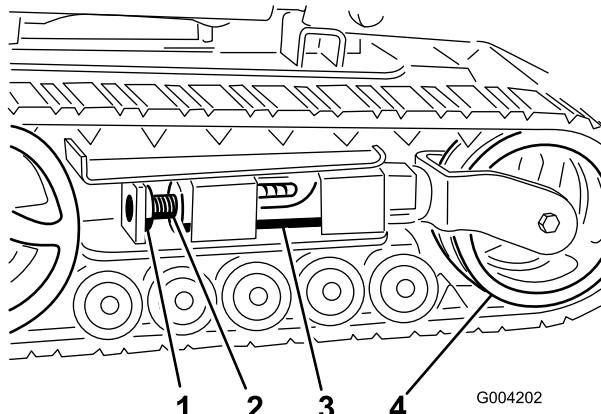
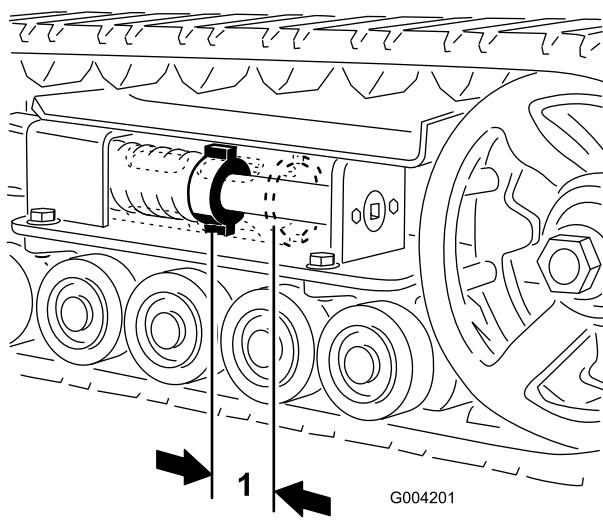
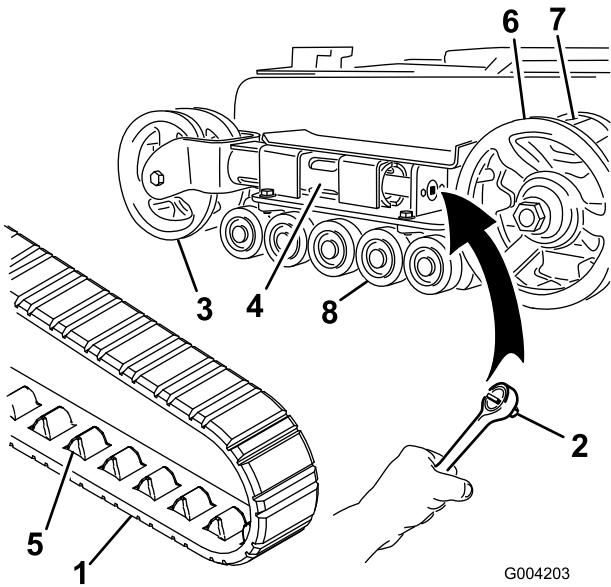
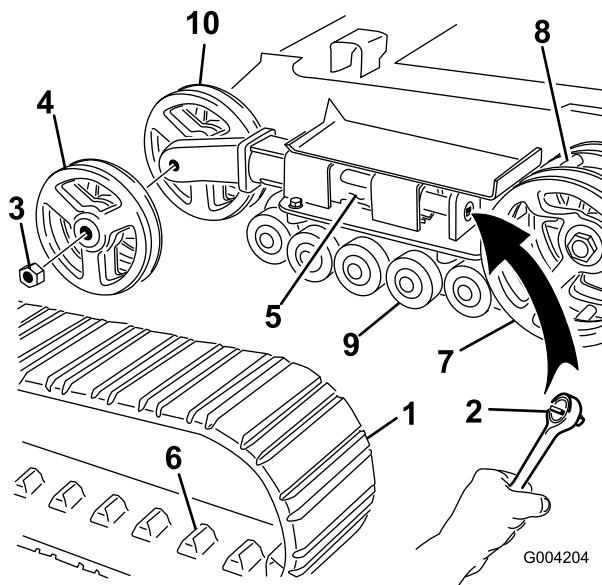

Figura 42
Figura 41
Figura 43
Figura 44
3. Retire el perno de bloqueo y la tuerca (Figura 42).
Compruebe y ajuste la tensión de las orugas después de las 50 primeras horas de operación y luego cada 100 horas de operación. Debe haber una holgura de 7 cm entre la tuerca tensora y la parte de atrás del tubo tensor (Figura 41). Si no es así, ajuste la tensión de las orugas usando el procedimiento siguiente:
4. Usando una llave de 1/2 pulgada (Figura 43), gire el tornillo tensor en el sentido contrario a las agujas del reloj hasta que la distancia entre la tuerca tensora y la parte de atrás del tubo tensor (Figura 41) sea de 7 cm.
5. Alinee la muesca más próxima del tornillo tensor con el taladro del perno de bloqueo, y fije el tornillo con el perno de bloqueo y la tuerca (Figura 42).
4. Usando una llave de 1/2 pulgada, alivie la tensión en la oruga girando el tornillo tensor en el sentido de las agujas del reloj (Figura 42 y Figura 43).
5. Empuje la rueda tensora hacia la parte de atrás de la unidad de tracción para mover el tubo de horquilla contra el bastidor (Figura 43). (Si no toca el bastidor, siga girando el tornillo tensor hasta que lo toque.)
7. Cuando haya retirado la oruga de la rueda tensora, retírela de la rueda motriz y de las ruedas de rodaje (Figura 43).
8. Empezando en la rueda motriz, pase la oruga nueva alrededor de dicha rueda, asegurándose de que los dientes de la oruga encajen entre los espaciadores de la rueda (Figura 43).
9. Empuje la oruga por debajo de y entre las ruedas de rodaje (Figura 43).
11. Gire el tornillo tensor en el sentido contrario a las agujas del reloj hasta que la distancia entre la tuerca tensora y la parte de atrás del tubo de horquilla (Figura 41) sea de 7 cm.
4. Usando una llave de 1/2 pulgada, alivie la tensión en la oruga girando el tornillo tensor en el sentido de las agujas del reloj (Figura 42 y Figura 44)
5. Empuje la rueda tensora hacia la parte de atrás de la unidad de tracción para mover el tubo tensor contra el bastidor (Figura 44). (Si no toca el bastidor, siga girando el tornillo tensor hasta que lo toque.)
6. Retire la tuerca que fija la rueda tensora exterior y retire la rueda (Figura 44).
7. Retire la oruga (Figura 44).
8. Retire la tuerca que fija la rueda tensora interior y retire la rueda (Figura 44).
12. Instale la rueda tensora interior y fíjela con la tuerca que retiró anteriormente (Figura 44).
14. Instale la oruga nueva, asegurándose de que los dientes de la oruga encajen entre los espaciadores de la rueda motriz (Figura 44).
15. Instale la rueda tensora exterior y fíjela con la tuerca que retiró anteriormente (Figura 44).
17. Gire el tornillo tensor en el sentido contrario a las agujas del reloj hasta que la distancia entre la tuerca tensora y la parte de atrás del tubo tensor (Figura 41) sea de 7 cm.